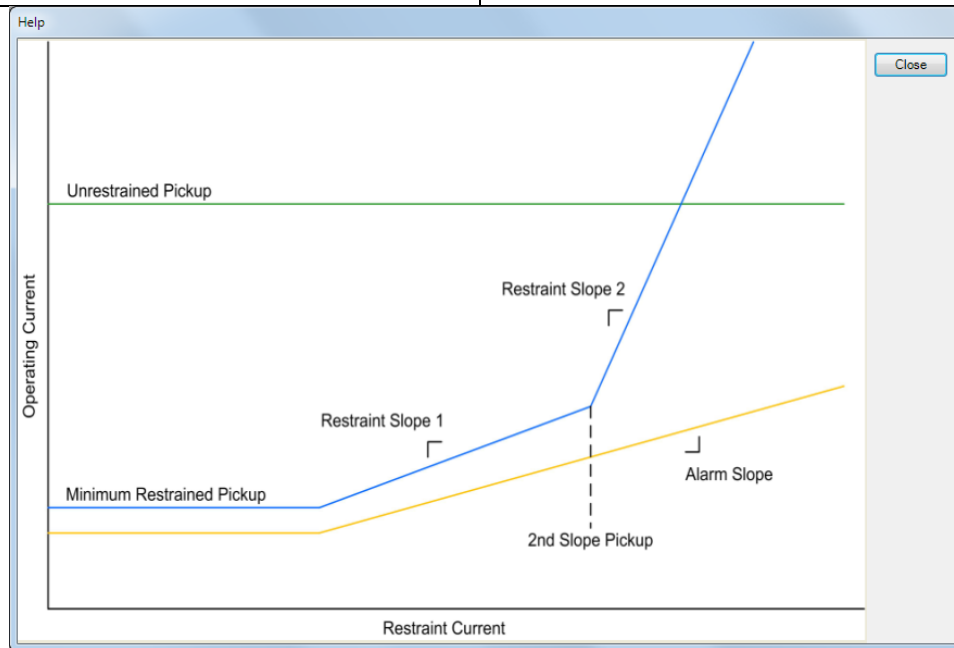

Figure 20-5. Graphique du fonctionnement du différentiel de courant de phase
Les paramètres de fonctionnement de l'élément différentiel de courant de phase sont configurés à partir de l'écran des paramètres Différentiel de courant de phase (Phase Current Differential) (87) (Figure 20-4) de BESTCOMSPPlus. Un clic sur le bouton Aide fait apparaître la légende du graphique (Figure 20-5).